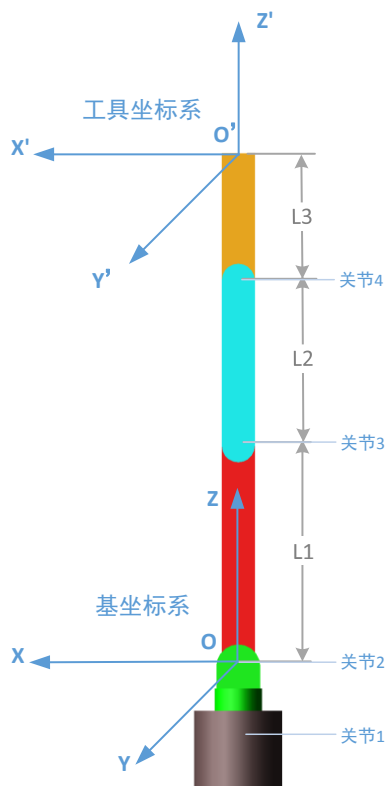

图 211 自由度串联机械臂关节角零点位姿
定义工具坐标系 $O' - X' Y' Z'$, 如图 210、图 211 所示。
关节 1、2、3、4 的旋转角度称为关节坐标, 记作 $(\Theta_1, \Theta_2, \Theta_3, \Theta_4)$, 单位为度, 如图 210 所示。各关节角零点位置如图 211 所示。
在回零操作完成后, 只要关节角零点位置未发生改变, 则可在任意位置调用该指令, 而不必调整到图 211 中位置。
- (1) 长度单位为用户单位, 角度单位为角度制 ($^{\circ}$);
- (2) 务必保证关节角的零点位置在图 211 中位置;
- (3) 可使用 `HMC_Cancel(AxisID, CancelMode)` 撤销该指令, 撤销时传入的轴号必须为 4 个关节轴中的最小轴号;
- (4) 指令调用成功后, 首次被执行时, 会根据 当前关节角 初始化工具坐标, 之后在此初始位姿基础上运动;
- (5) 指令首次被执行时会把关节坐标轴及工具坐标轴的 RepMode 设定为有限行程，在指令运行过程中不允许修改 RepMode，否则可能会发生坐标转换错误；
- (6) 可根据机构实际情况设定机构各关节角的软限位值，触发限位后指令自动撤销；
- (7) 调用该指令初始化成功后，用户使用 工具坐标（圆柱坐标） 编程；
- (8) 不允许调用 HMC_DefPos 或 HMC_DefOrigin 指令重新设定工具坐标的坐标值，或对工具坐标轴使用 HOME 指令，否则坐标转换时会产生严重的偏差。如果用户需要自定义相对坐标系，可在工程程序中自行进行坐标偏移换算；
- (9) 机构存的可达工作空间是有限的，如果规划的路径超出了其可达工作空间，出于安全考虑，指令会被撤销。请根据机构参数，合理规划工作空间，确保工作空间位于机构可达工作空间之内（可用 HMC_Serial4ReverseKinematics 指令校验规划的工具坐标是否合法）。
第2步 定义各关节轴的零点在如图 211 所示的位置（关节轴实际位置不必在零位）